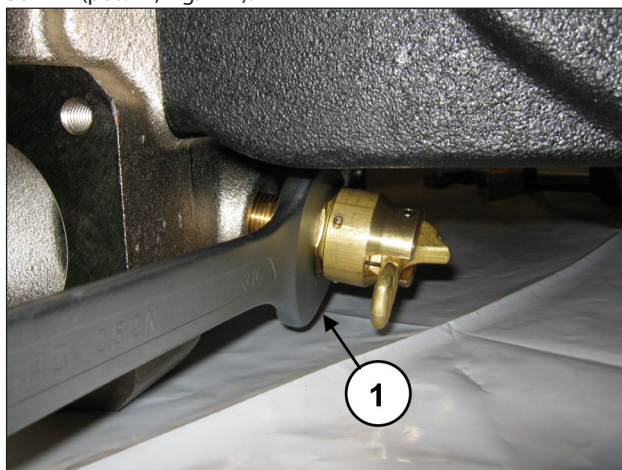

Fig. 141
Svitare il dispositivo apertura valvole mediante chiave da 30 mm (pos. ①, Fig. 141).